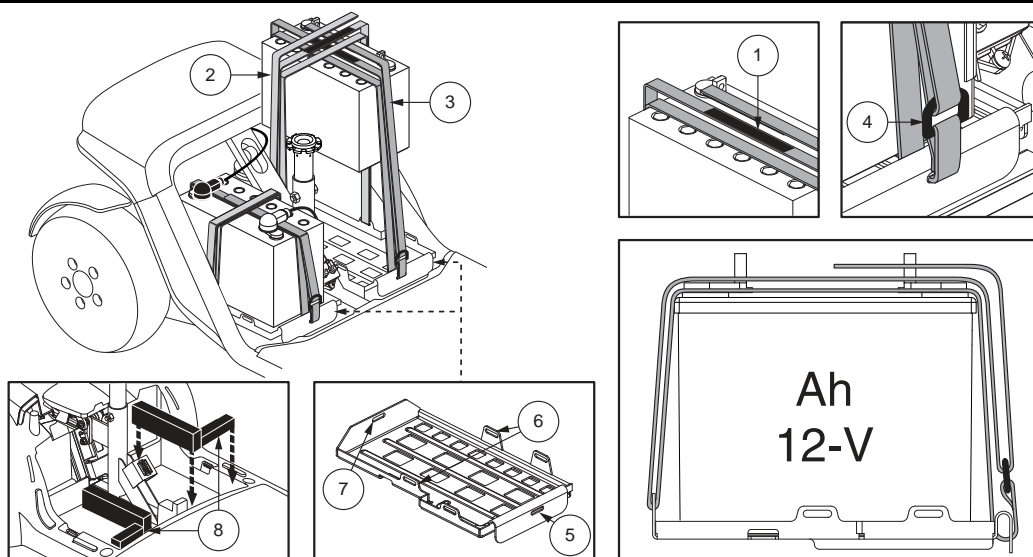

Figure 16. Sécurisation de la batterie pour les modèles 614 et 714
**NOTE:** Certains scooters ont des entretoises installées pour sécuriser les batteries. Vous pouvez retirer les entretoises et les garder en sûreté jusqu'à ce que les batteries soient remplacées dans le scooter. Voir la figure 16.
**NOTE:** Les modèles 614 et 714 utilisent des sangles de fixation afin de sécuriser les batteries. Veuillez-vous référer à la figure 16 pour les procédures d'installation des sangles de la batterie.